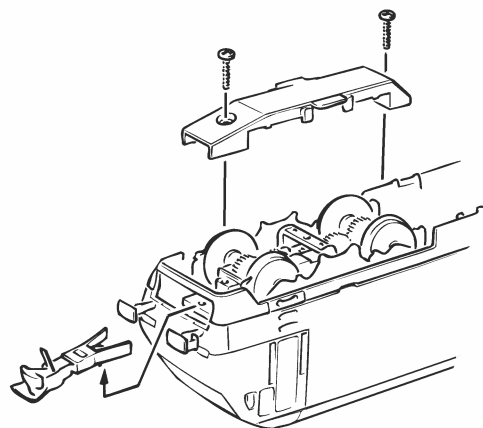

Fig. 7
4. Kohlebürstenwechsel: Lokgehäuse abnehmen (Fig. 3). Danach wird der **Motor ausgebaut** und die **Kohlebürsten ausgewechselt** (Fig. 7).
4. Remplacement des balais du moteur: Démontez la caisse (voir fig. 3). Démontez ensuite le moteur et échangez le balais (fig. 7).
4. Carbon Brush Changing: First **remove** loco body (fig. 3), and then the **motor** (fig. 7).